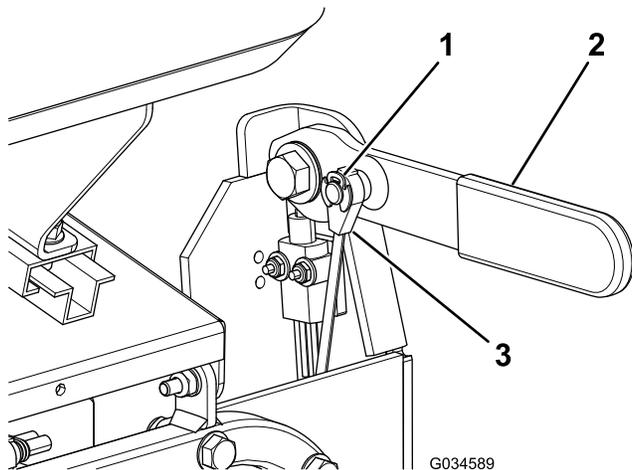

图1
3. 卸下将拉线端固定到手刹操纵杆上的拉线柱的卡环，然后从拉线柱上取下拉线端（图1）。